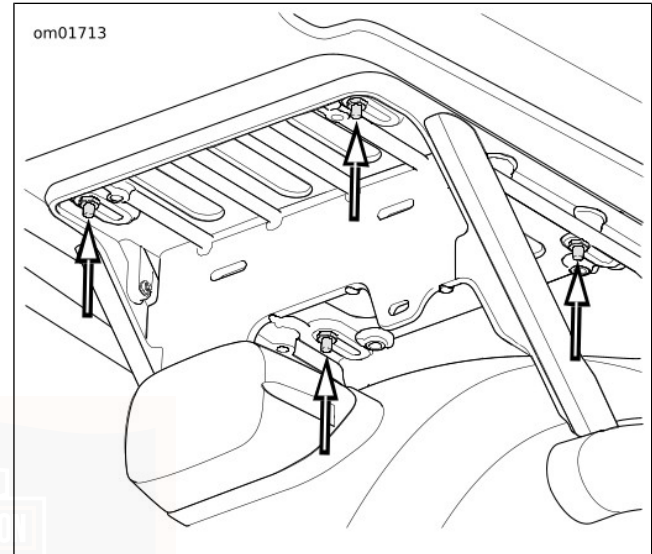

Figure 33. Ajustement de la position du Tour-Pak
1. Voir Figure 33. Desserrer les quatre écrous qui attachent le Tour-Pak au support.